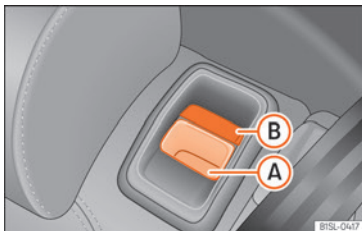

Fig. 94 Bagsæde: udløserknop (A), rød markering (B)
- Træk udløserknappen »» Fig. 94 (A) fremad, og klap samtidig bagsæderyglænet frem.
- Ryglænet er udløst, hvis du kan se en rød markering på knappen (B).